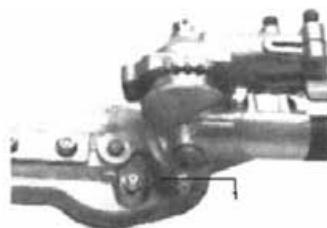

Fig.HT16
- c. Saque la caja de engranajes del tubo. Utilice una pistola de grasa tipo gatillo para bombar grasa de litio (unos 10 gramos) en el orificio de engrase hasta que vea que salga de la caja de engranajes (Fig.HT16). La grasa expulsada será visible en la cavidad del tubo exterior. Limpie el exceso de grasa y luego vuelva a montar la caja de engranajes en el tubo exterior.